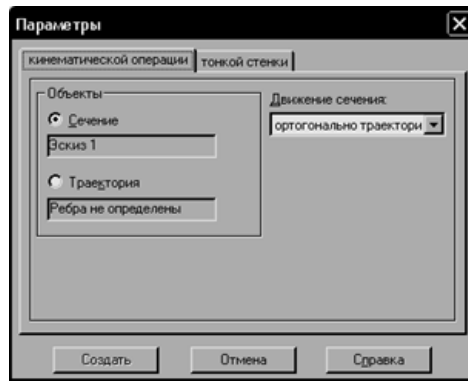

Рис. 6 . Диалоговое окно кинематической операции
2. Выберите команду меню **Операции / Операция / Кинематическая**. В появившемся диалоговом окне (см. рис. 6) активизируйте надпись «**Сечение**», затем в дереве построений щелкните по эскизу 1. Точно так же укажите эскиз для траектории. Выберите тип движения сечения – ортогонально траектории в поле со списком в правой части этого диалогового окна. Далее нажмите кнопку «**Создать**».